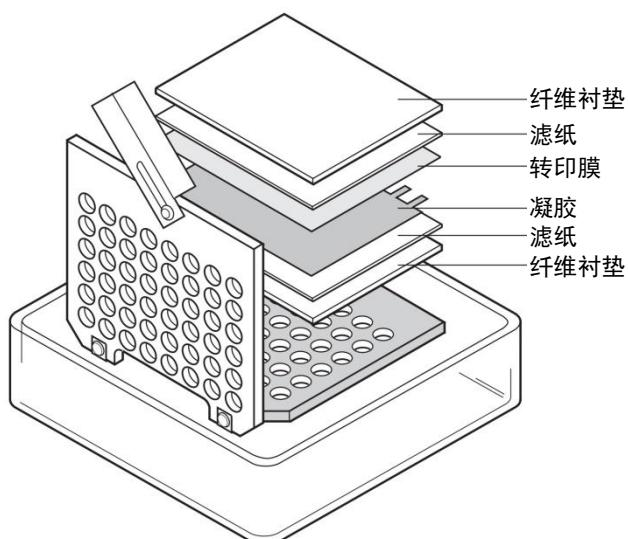

图2 转印三明治组装示意图
- (1) 准备转膜缓冲液(将缓冲液冷却至4°C会有利于热量的扩散)
- (2) 准备转印膜、滤纸、纤维衬垫和凝胶：根据凝胶的尺寸裁剪转印膜和滤纸，请在操作时佩戴手套以避免对膜的污染。在转膜缓冲液中平衡凝胶，并将转印膜、滤纸和纤维衬垫浸泡在转膜缓冲液中(15 min~1 h, 取决于凝胶厚度)；
- (3) 制备转印三明治：(参照图2)